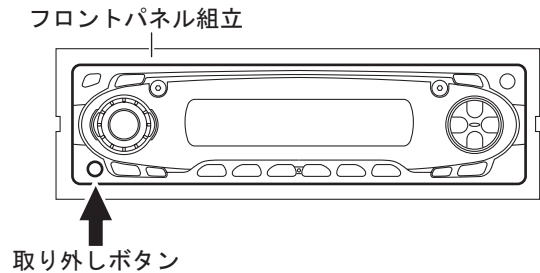

図 1
3.1.1 フロントパネル組立の外し方 (図1参照)
(図 1, 2 参照)